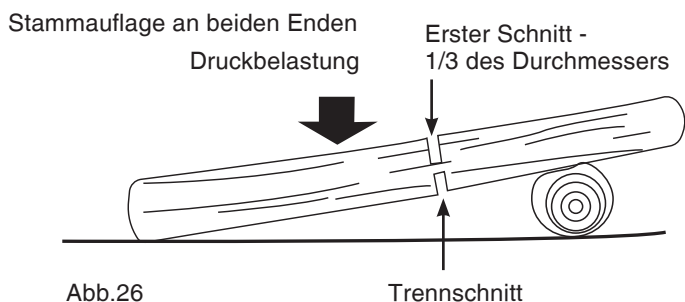

Abb.26
- Wenn der Stamm auf beiden Seiten aufliegt (Abb. 26):